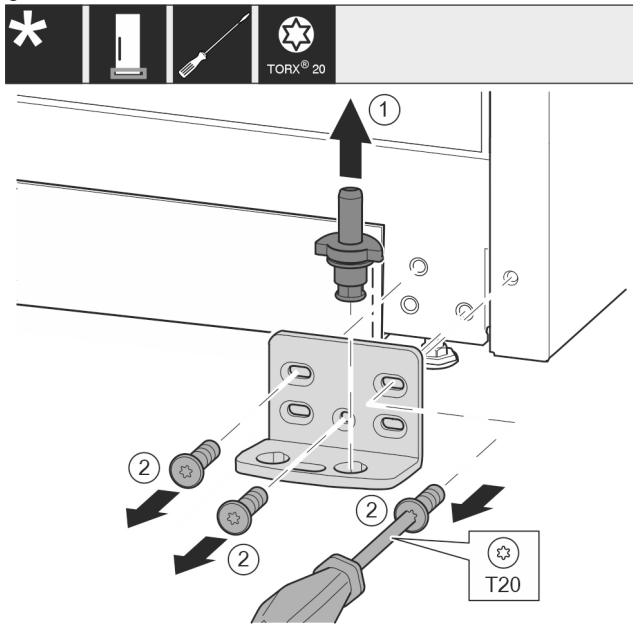

Fig. 12
- ▶ Tõmmake laagripolt täielikult ülespoole välja. Fig. 12 (1)
- ▶ Keerake kruvid kruvikeerajaga T20 välja ja võtke laagripukk maha. Fig. 12 (2)